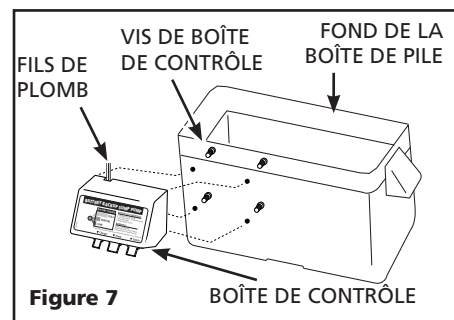

Figure 7
1. Fixer la boîte de contrôle au côté de la boîte de batterie tel qu'indiqué dans la Figure 7. Placer la batterie dans la boîte, brancher le câble rouge à la borne positive de la pile et le câble noir à la borne négative. Mettre le couvercle sur la boîte.